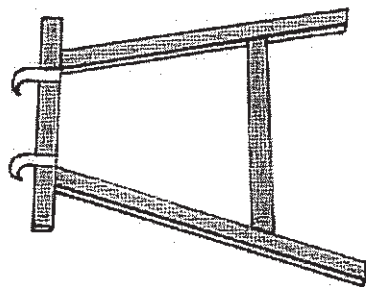

Fig. 32 - Rampitrato
- impiegando i rampitrati (fig. 32), il piede da dare alla scala va armonizzato anche con la posizione e la lunghezza del rampitrato innestabile; è necessario avere in dotazione più rampitrati di varie lunghezze, si dà poter realizzare la migliore dotazione a seconda della lunghezza finale della scala montata, e delle condizioni di appoggio. Va ricordato che il rampitrato deve portare a una riduzione della freccia di inflessione;